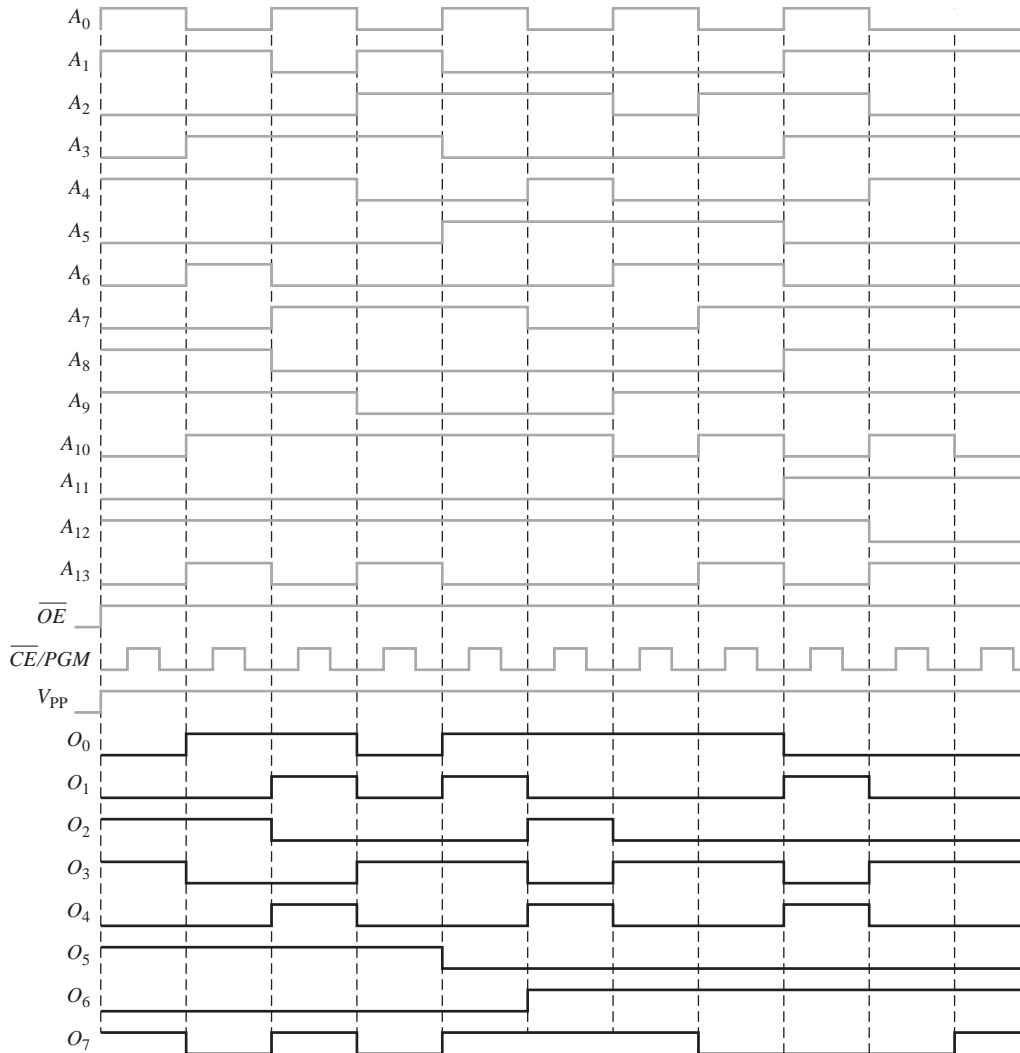

FIGURA 10.84
16. Determinar las direcciones que se programan y los contenidos de cada dirección después de aplicar la secuencia de programación de la Figura 10.84 a una EPROM como la mostrada en la Figura 10.31.